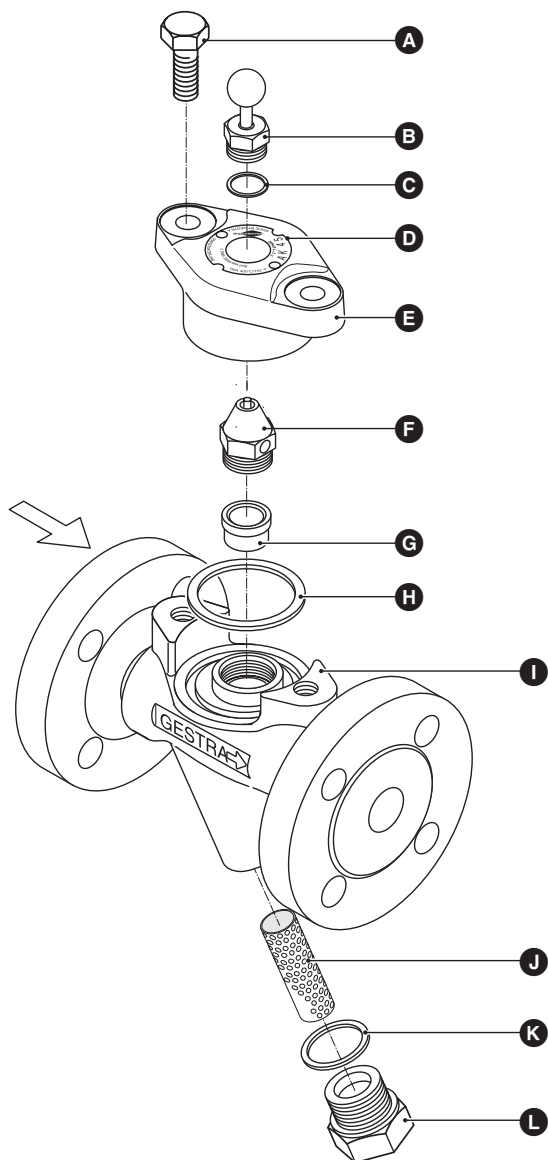

Fig. 2
2. Destornillar los tornillos de carcasa **A** y retirar la tapa **E** de la carcasa **I**. **Fig. 2**
2. Destornillar los tornillos de carcasa **A** y retirar la tapa **E** de la carcasa **I**. Fig. 2